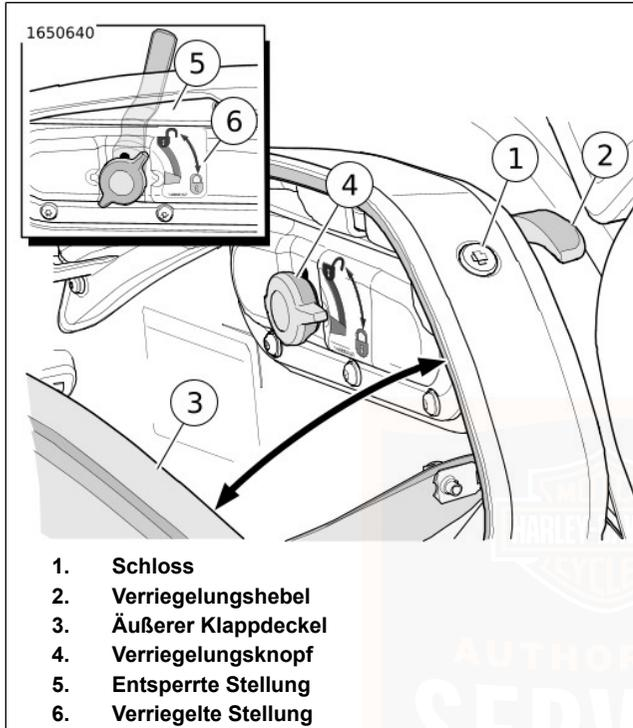
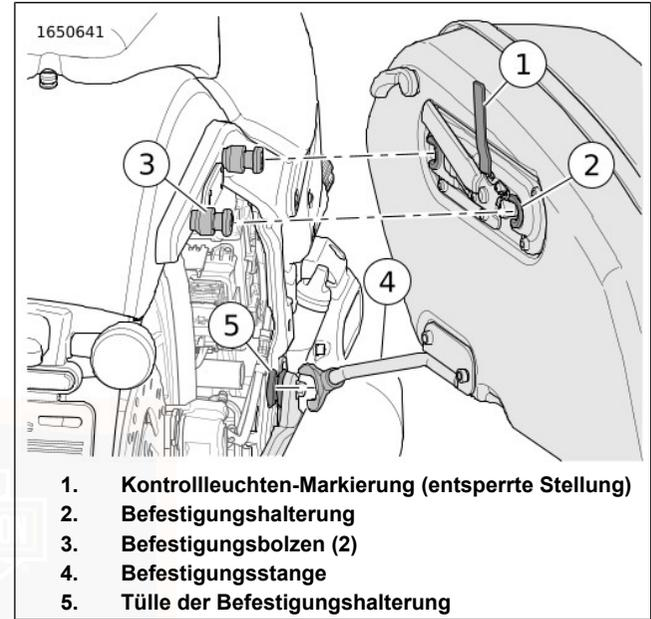
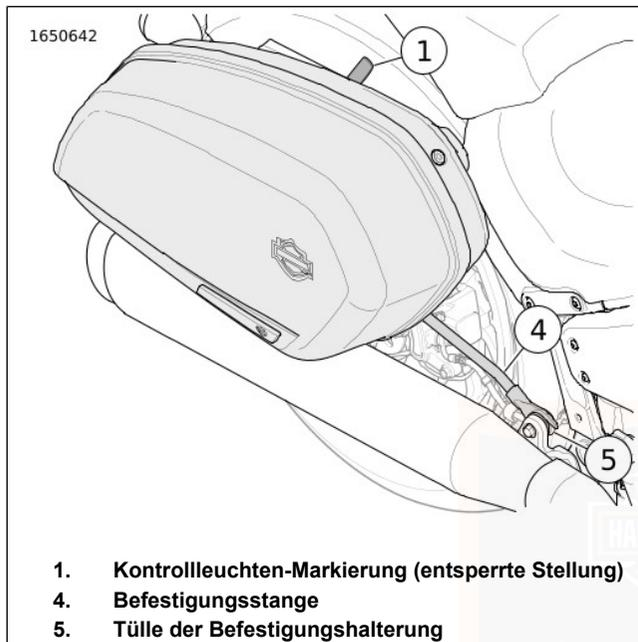

Abbildung 40. Satteltaschen-Verschlussknopf
Abbildung 41. Satteltaschen-Befestigungshalterung
Abbildung 42. Die Befestigungsstange der Satteltasche
1. Siehe Abbildung 40. Satteltasche entriegeln.
- a. Den Schlüssel in das Schloss (1) stecken und um eine Viertelumdrehung gegen den Uhrzeigersinn drehen.
2. Verriegelungshebel (2) anheben.
3. Die Satteltasche durch Ziehen des äußeren Klappdeckels (3) vom inneren Klappdeckel öffnen.
1. Siehe Abbildung 40. Die Satteltasche schließen.
- a. Schließen Sie den Klappdeckel, indem Sie den äußeren Klappdeckel (3) anheben.
- b. Bei zugeklapptem Satteltaschendeckel den Hebel (2) absenken.
- a. Den Schlüssel in das Schloss (1) stecken und um eine Viertelumdrehung im Uhrzeigersinn drehen.
1. Siehe Abbildung 40. Öffnen Sie den äußeren Klappdeckel (3) der Satteltasche.
2. Den Verriegelungsstift (4) nach außen ziehen und in die entriegelte Stellung (5) drehen.
3. Den äußeren Klappdeckel der Satteltasche schließen und den Hebel (2) absenken.
4. Siehe Abbildung 42. Die Satteltasche nach hinten drücken, um die Befestigungsstange der Satteltasche (4) aus der Tülle der Befestigungshalterung (5) zu lösen.
3. Siehe Abbildung 41 und Abbildung 42. Die Satteltaschen-Befestigungshalterung (2) auf die Befestigungsbolzen (3) setzen und dabei die Satteltaschen-Befestigungsstange (4) an der Tülle der Befestigungshalterung (5). Die Satteltasche komplett nach vorne schieben.